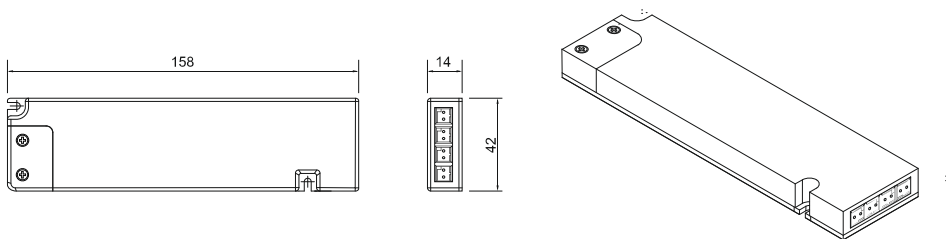

Рис.1
- Размеры и внешний вид **Источника питания** приведены на Рис. 1.
- Размеры 158,0x42,0x14мм (Рис. 1).